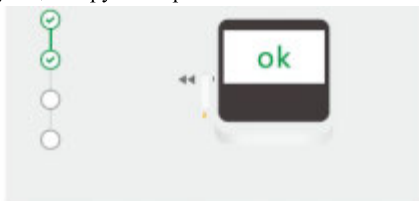

Рис. 31 Компонент функционирует исправно
- При отображении на ЖК-экране "OK" (Рис. 31) проверяемый компонент функционирует исправно;